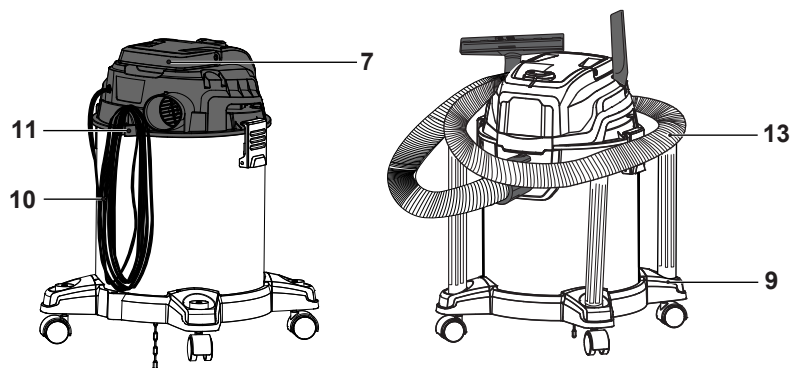

Fig. 24
- > Desconecte el accesorio correspondiente (15, 16), el tubo (13) y el/los tubo(s) de extensión (14), si procede.
- > Para lavar el depósito, use agua limpia en lugar de un detergente. No sumerja el depósito (3) en agua.
- > Una vez seco, recomendamos guardar los accesorios en el compartimento para accesorios (9) y poner el cable (10) en el gancho (11) de la unidad del motor (7) (Fig. 24).
- > Recomendamos guardar los accesorios en el compartimento para accesorios (9) y poner el cable (10) en el gancho (11) de la unidad del motor (7) (Fig. 24).